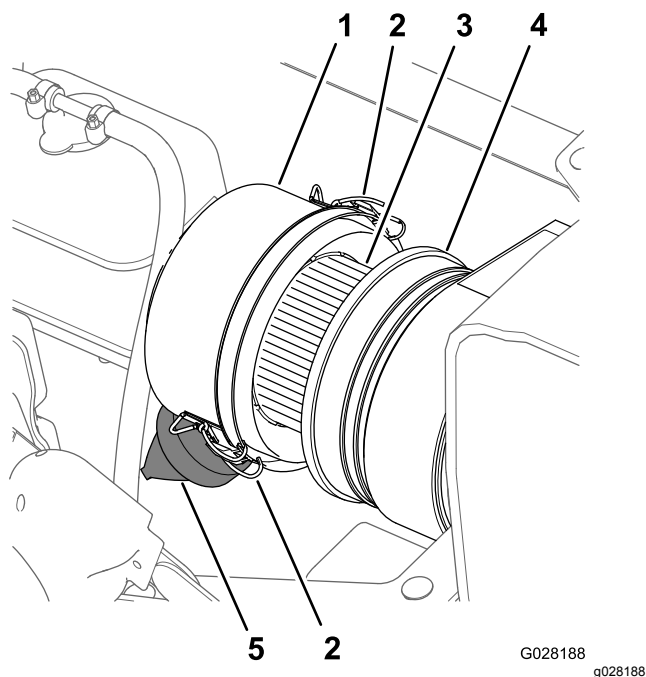

Рисунок 68
3. Очистите пылезащитную крышку и корпус воздухоочистителя (Рисунок 68).
4. Проверьте корпус воздухоочистителя на отсутствие повреждений, которые могли бы вызвать утечку воздуха (Рисунок 68).
5. Сожмите пылезащитный клапан, чтобы очистить его от загрязнений, пыли и мусора (Рисунок 68).
7. Проверьте элемент воздушного фильтра на чрезмерное скопление пыли, загрязнений и мусора (Рисунок 68).
8. Установите пылезащитную крышку на корпус воздухоочистителя и зафиксируйте ее двумя защелками (Рисунок 68).
2. Очистите пылезащитную крышку и корпус воздухоочистителя (Рисунок 68).
клапан влажной тканью (Рисунок 68 и Рисунок 69).